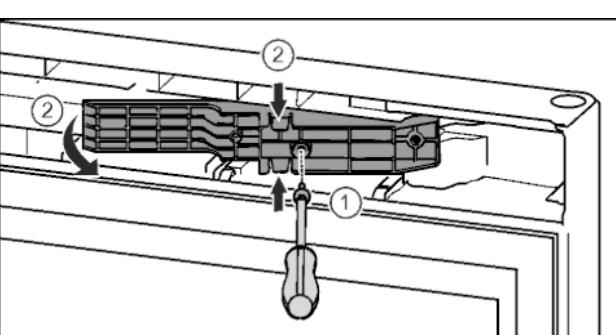

Fig. 15\*
► Отпустить винты отверткой T15. Fig. 15 (1)\*
► Извлечь деталь адаптера. Fig. 15 (2)\*